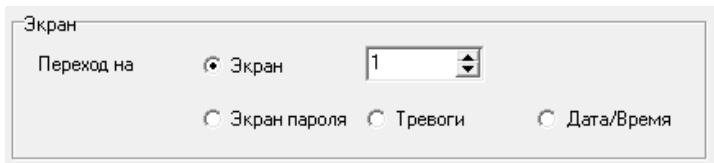

Рис. 4.10. Параметры переключения экрана
- При выборе позиции «Переход» кнопка будет предназначена для переключения экранов; активируется группа полей «Экран», в которой следует задать параметры того экрана, в который будет произведено переключение по нажатию редактируемой кнопки (см. рис. 4.10).